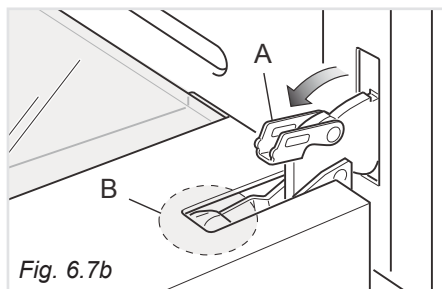
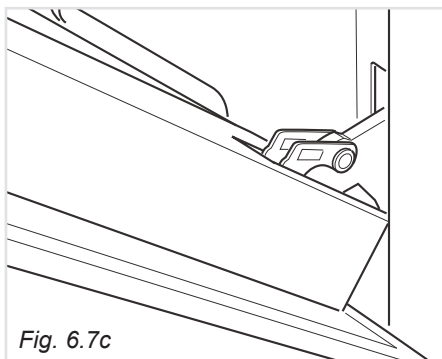

Fig. 6.7b
Fig. 6.7c
- Aprire completamente la leva "A" delle cerniere destra e sinistra (fig. 6.7b).
- Socchiudere dolcemente la porta (fig. 6.7c) fino a quando le leve "A" delle cerniere destra e sinistra si agganciano alla parte "B" della porta (fig. 6.7b).